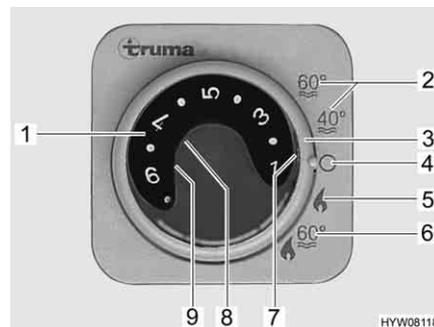

Fig. 177 Unidad de mando para la calefacción/caldera
- Ajustar el modo de funcionamiento con el interruptor giratorio (Fig. 177,3).
Según la temperatura ambiente deseada, la calefacción selecciona automáticamente la potencia de quemador necesaria. Cuando se alcanza la temperatura ambiente deseada se desconecta el quemador. En el modo de funcionamiento "calefacción y caldera" (Fig. 177,6), se calienta también el agua de la caldera. En el modo "calefacción sin caldera" (Fig. 177,5), la calefacción puede funcionar con la caldera vacía.
- Girar el botón giratorio de temperatura (Fig. 177,1) de la unidad de mando al nivel deseado.
- Situar el interruptor giratorio (Fig. 177,3) en el modo invierno "calefacción sin caldera" (Fig. 177,5) o en modo invierno "calefacción y caldera" (Fig. 177,6).
La luz de control verde (Fig. 177,7) se enciende.
- Ajustar el interruptor giratorio (Fig. 177,3) en "O" (Fig. 177,4).
La combinación de los funcionamientos a gas y con electricidad a 230 V acorta el tiempo de calentamiento (esto solo es posible si en la unidad de mando (Fig. 177) la calefacción se encuentra ajustada en modo de invierno).